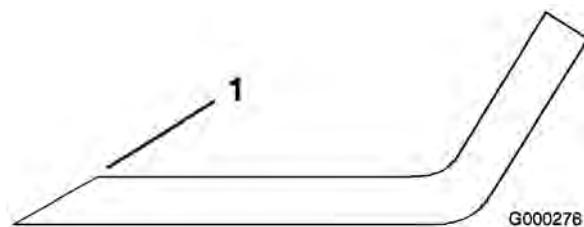

Figura 70
1. Utilice una lima para afilar el filo de corte en ambos extremos de la cuchilla (Figura 70). Mantenga el ángulo original. La cuchilla permanece equilibrada si se retira la misma cantidad de material de ambos bordes de corte.